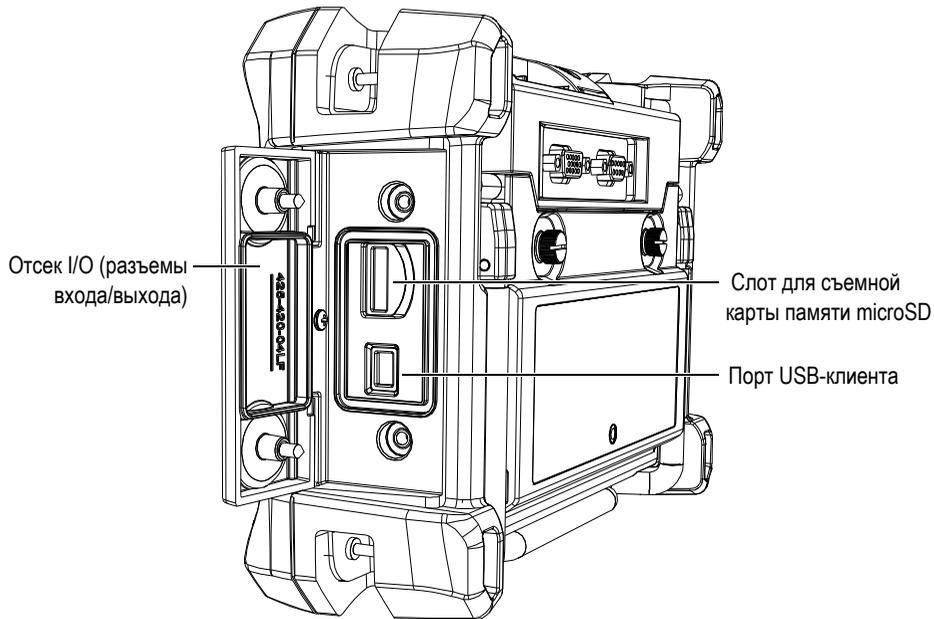

Рис. 8-5 Разъемы под крышкой отсека I/O
1. Убедитесь, что карта microSD вставлена в слот под крышкой отсека I/O (входа/выхода) с правой стороны Magna-Mike 8600 (см. Рис. 8-5 на стр. 154).
1. Убедитесь, что карта памяти microSD вставлена в слот, находящийся под крышкой отсека I/O с правой стороны Magna-Mike 8600 (см. Рис. 8-5 на стр. 154).